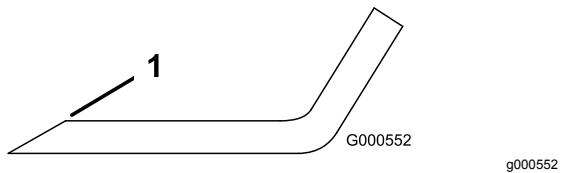

Figura 52
1. Utilice una lima para afilar el filo de corte en ambos extremos de la cuchilla (Figura 52).
Nota: Si la cuchilla no está equilibrada, rebaje algo el metal en la parte de la vela solamente (Figura 52).